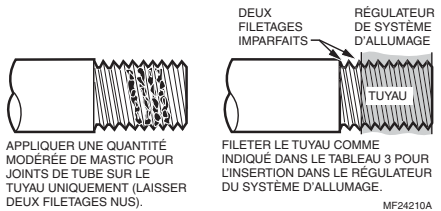

Fig. 6. Utiliser une quantité modérée de mastic pour joints de tube.
5. Appliquer sur la douille une quantité modérée de pâte à joints de bonne qualité, en laissant deux filets nus à l'extrémité. Sur les installations au GPL, utiliser un mastic résistant au GPL. Voir la Fig. 6.